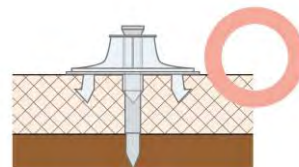

図 7：ネオマキーパー設置例
- ・ネオマキーパー II を用いる場合、ハンマーにて型枠合板に設置する際、ネオマキーパー II のカラーのアンカー部が、ネオマフォーム DH に沈み込まないように施工してください。（図 7）